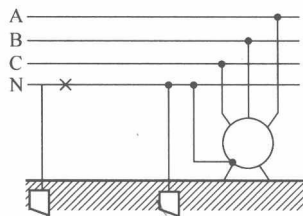

图 1-6 重复接地
(3) **重复接地** 当电源变压器离用户较远时，为防止中线断线或线路电阻过大，应在用户附近将中线再接地，如图 1-6 所示。